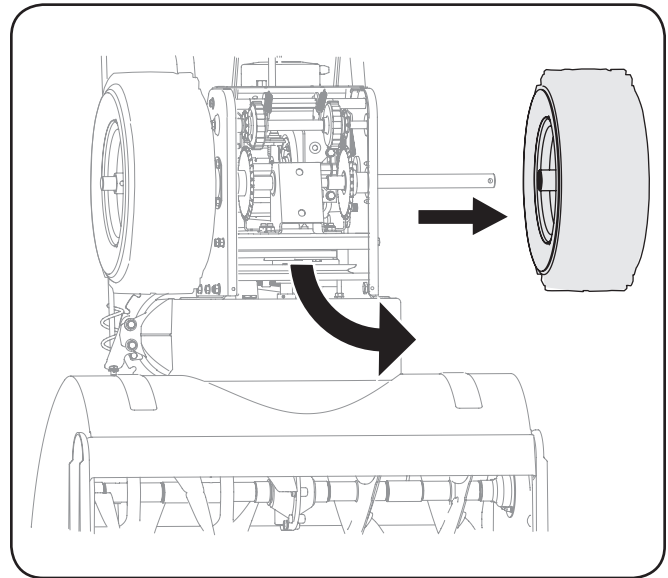

Figura 7-9
3. Retire los tornillos de la cubierta del cuadro debajo de la máquina quitanieve (consulte la Figura 7-9). Retire la rueda derecha del eje.